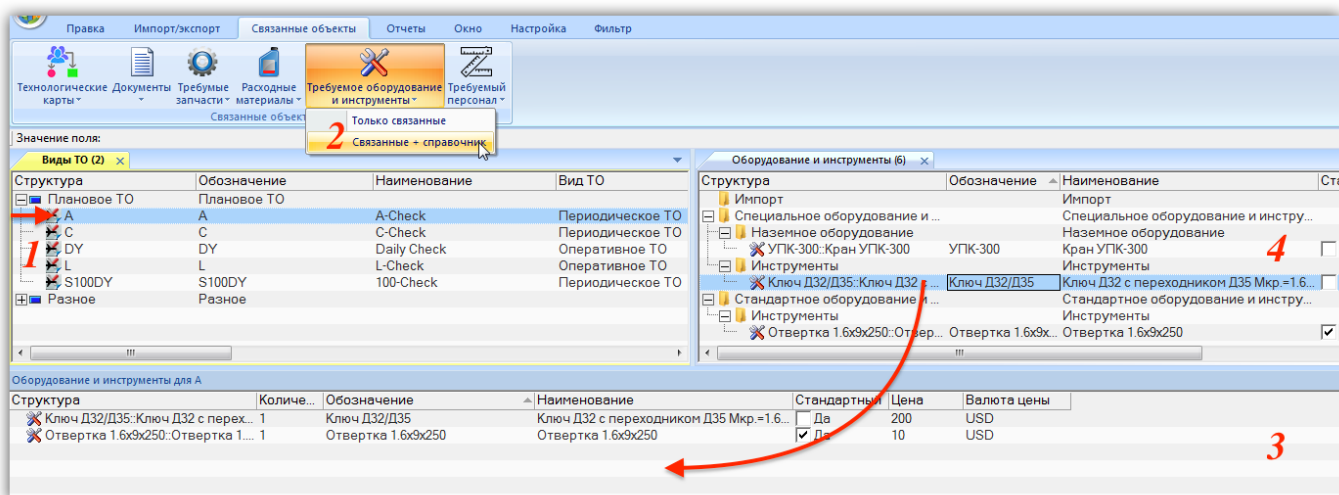

Рис. 12-25 – Оборудование и инструменты, необходимые для выполнения вида ТО
- 2) Выбрать вид ТО в окне «Виды ТО» (1 на рис. 12-25).